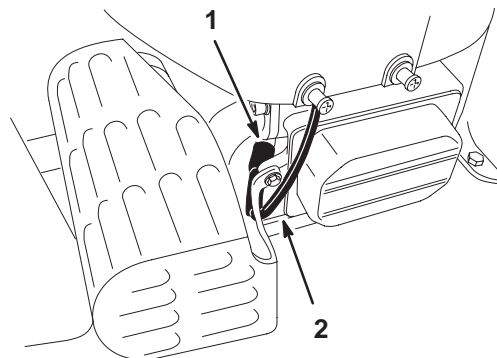

Bild 25
- Ziehen Sie den Kerzenstecker von der Zündkerze (Bild 25). Reinigen Sie den Bereich um die Zündkerze, um zu verhindern, dass Schmutz in den Motor fallen und Schäden verursachen kann.
3. Stecken Sie den Zündkerzenstecker wieder auf die Zündkerze auf (Bild 25).